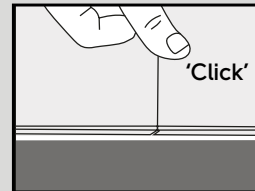

Fig. 5a
5. Una vez el lateral largo está alineado y ajustado, acople el lado corto en su sitio frotando la junta del extremo con el dedo pulgar o un rodillo pequeño hasta que se oiga un «clic» (fig. 5a y 5b).